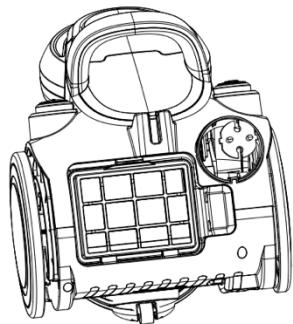

Fig.11
2) Come in fig.11, estrarre il filtro.